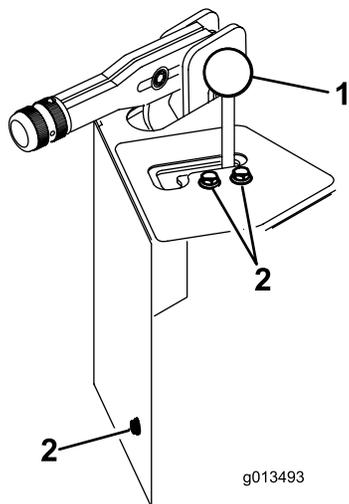

Figure 24
3. Déposez le pommeau du levier de relevage (Figure 24).
4. Retirez les (3) vis de fixation et déposez le carénage du régulateur (Figure 24).